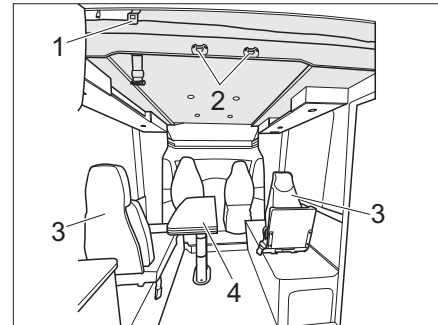

Fig. 159 Letto basculante elettrico (variante 3)
- Agganciare la scaletta di accesso al letto basculante con i due archetti incorporati nelle graffe (Fig. 159,2).
- Spostare verso il basso il tavolo ribaltabile e abbassabile a 2 gambe (Fig. 159,4) (vedi capitolo 7.8.8).
- Smontare e stivare 2 sedili singoli (Fig. 159,3).